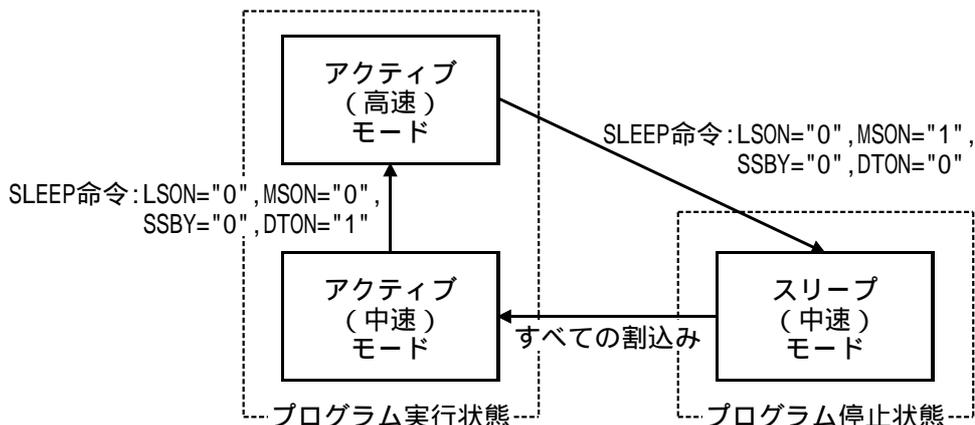

図2 スリープ（中速）モードへの遷移におけるモード遷移図
- (1) 本タスク例では、低消費電力モードのスリープ（中速）モードへの遷移を行ないます。図2にスリープ（中速）モードへのモード遷移図を示します。以下にスリープ（中速）モードの機能の説明を示します。